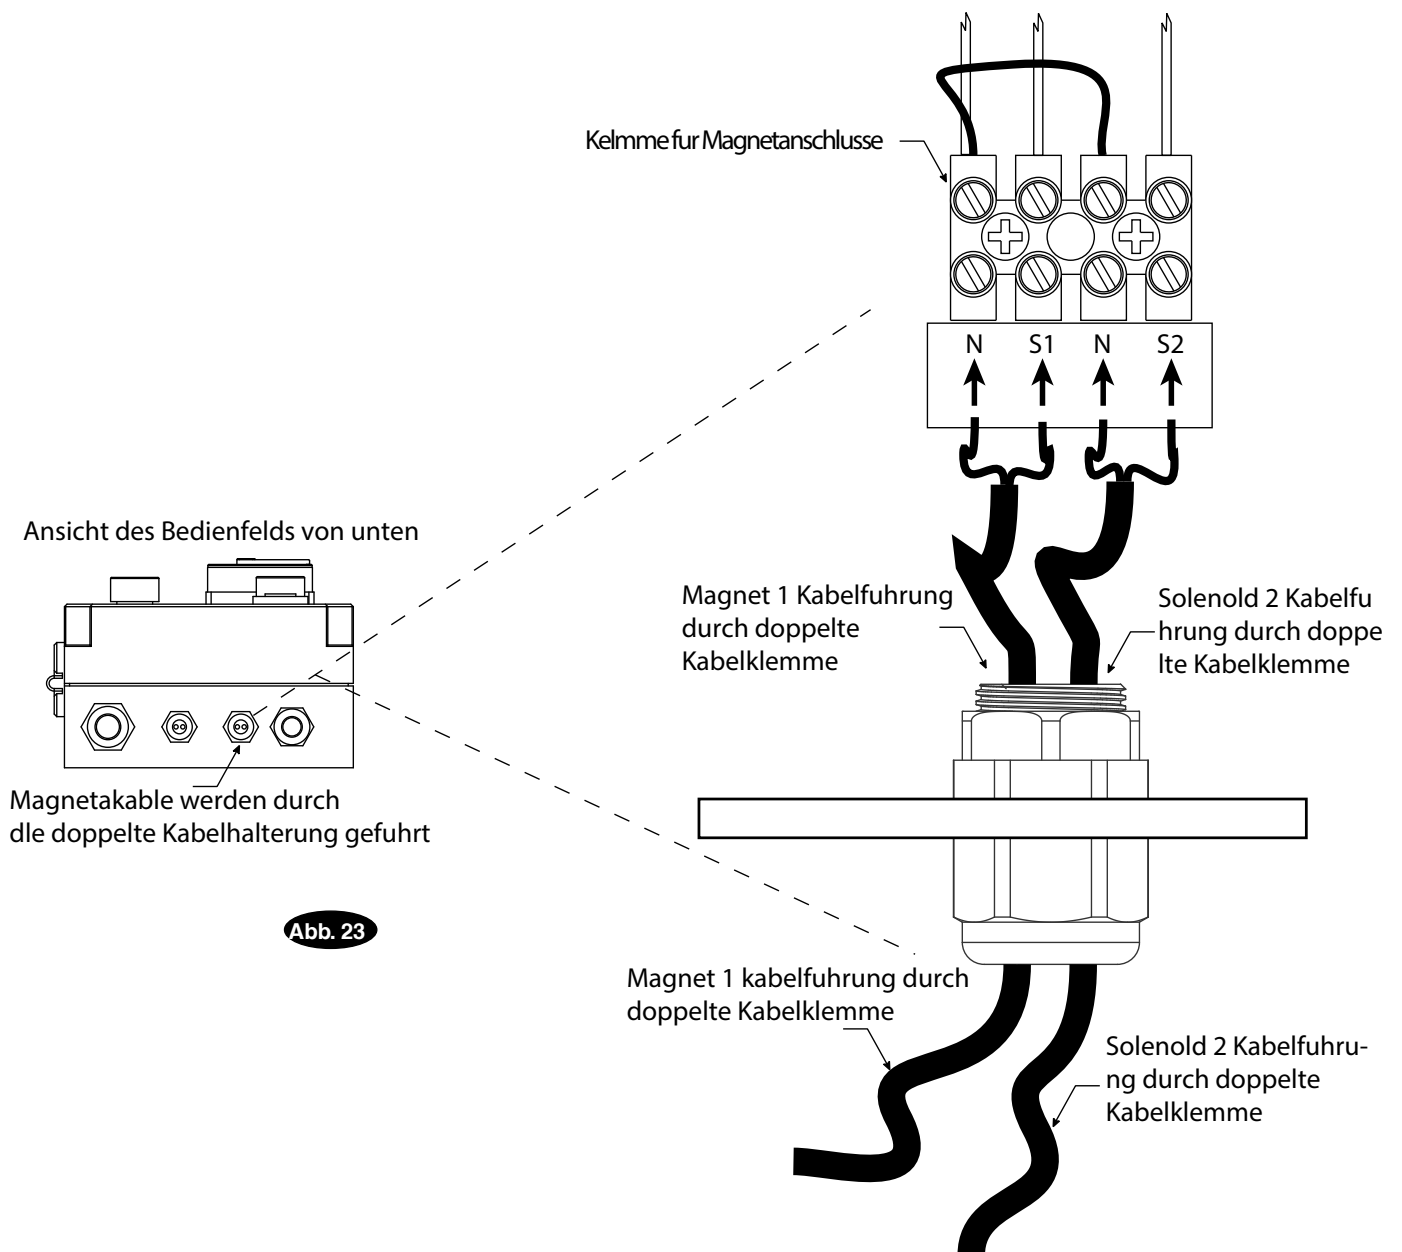

Abb. 23
- A. Kabel an die Innenseite des Terminals anschließen, Abb. 23.